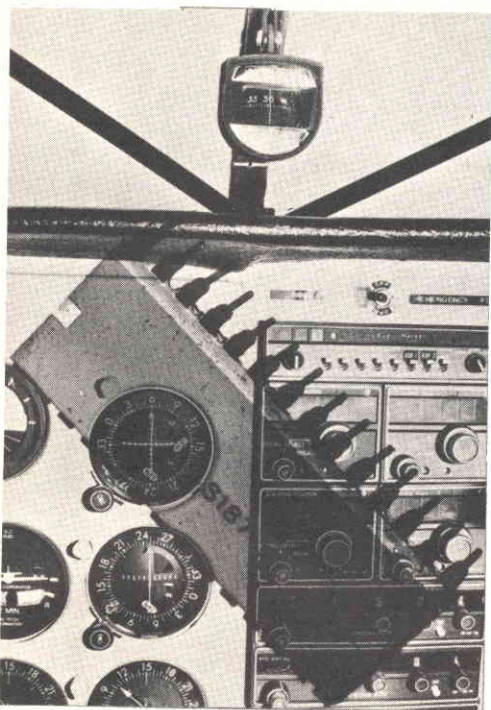

Fig. 5 - Sintetizzatore Siemens S 187 in tecnica MOS.
La Siemens ha presentato un nuovo circuito integrato MOS (fig. 5) in grado di generare come sintetizzatore un numero quasi illimitato di canali, impiegando un solo oscillatore ed una frequenza di paragone. Denominato S 187, questo componente è dimensionato per frequenze da 0 a 2,5 MHz ed un divisore in serie amplia questa gamma fino a 800 MHz. La spaziatura tra i canali può essere selezionata in continuità da 100 Hz in su; si dispone pertanto di un circuito che sostituisce il quarzo ed è idoneo sia per gli apparecchi di navigazione aerea e di ricetrasmisione, sia per i generatori di segnali ed i ricevitori della gamma dei radioamatori (CB).